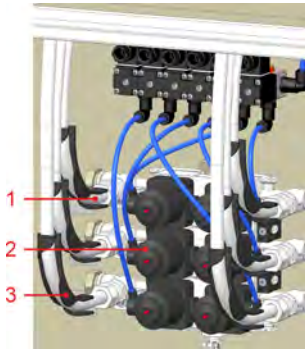

Abb. 7: Membranventilverteilerblock / Maschinenzuordnungen
- 1.** Schließen Sie die Schläuche zum Anschluss der Waschsleudermaschinen, wie in Abb. 7 gezeigt, an die Verschraubungen (Abb. 7, Pos. 1) des Ventilblocks (Abb. 7, Pos. 2) an.
- 2.** Führen Sie die Schläuche über die Winkelführung (Abb. 7, Pos. 3) nach draußen.